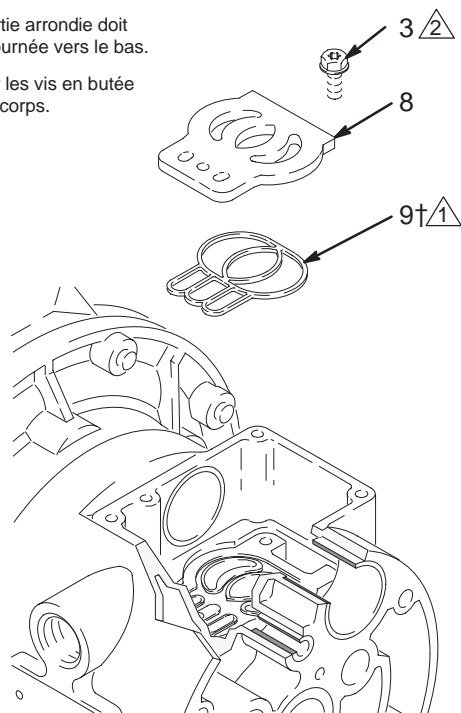

Fig. 10
5. Examiner la plaque (8) de la vanne d'air en place. Si elle est endommagée, utiliser un tournevis Torx (T20) ou une clé à douille de 7 mm pour retirer les trois vis (3). Retirer la plaque (8) et le joint (9). Voir Fig. 10.
2. Insérer le joint (9†) de la plaque de la vanne d'air dans la rainure située au fond de la cavité de la vanne d'air. La partie arrondie du joint **doit être tournée vers le bas** dans la fente. Voir Fig. 10.
3. Monter la plaque (8) de la vanne d'air dans la cavité. La plaque est réversible, de sorte que les deux faces peuvent être tournées vers le haut. Serrer les trois vis (3) à l'aide d'un tournevis Torx (T20) ou d'une clé à douille de 7 mm. Serrer jusqu'à ce que les vis viennent en butée sur la plaque. Voir Fig. 10.